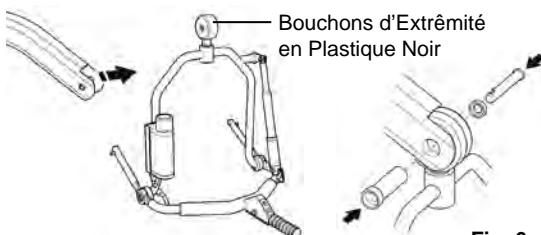

Fig. 6
Pour l'installer, soulevez l'arceau 4 points réglable électriquement vers le créneau du mât de charge. Insérez la chemise de l'axe dans le mât de charge du lève-personne, le bouchon d'extrémité\* en plastique noir et le pivot de l'arceau. Une fois la chemise de l'axe installée et qu'elle soutien le poids de l'arceau réglable électriquement, réinsérez entièrement l'axe de verrouillage dans la chemise jusqu'à ce qu'il se bloque dans la bonne position (voir fig. 6).
- Avant d'utiliser l'arceau 4 points réglable électriquement, assurez-vous que l'axe de verrouillage est poussé jusqu'au taquet comme indiqué sur les figures 6 et 7 de la page 19.